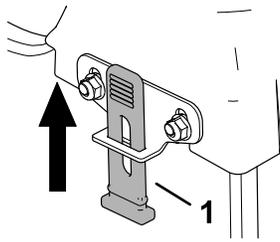

Bild 8
2. Montieren Sie einen Gummriegel an jeder Platte (Bild 8).